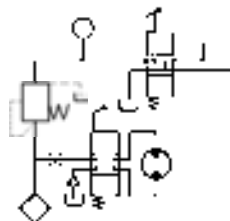

图 17.8.48 绘制直线 (十三)
(6) 用 **绘图(D)** → **直线(L)** 命令, 绘制长度值为 14 的垂直直线 (图 17.8.48)。